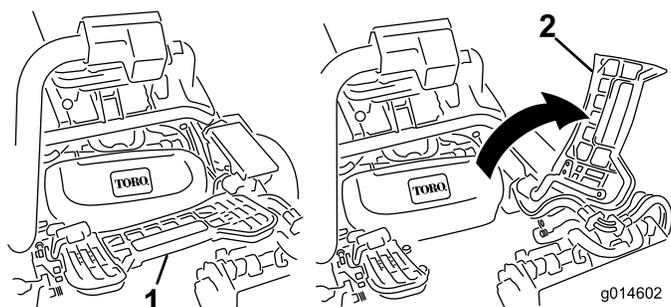

図 35
2. フット・レストを跳ね上げて開き、中央カッティングユニット取り付け位置へのアクセスを確保する（図 35）。